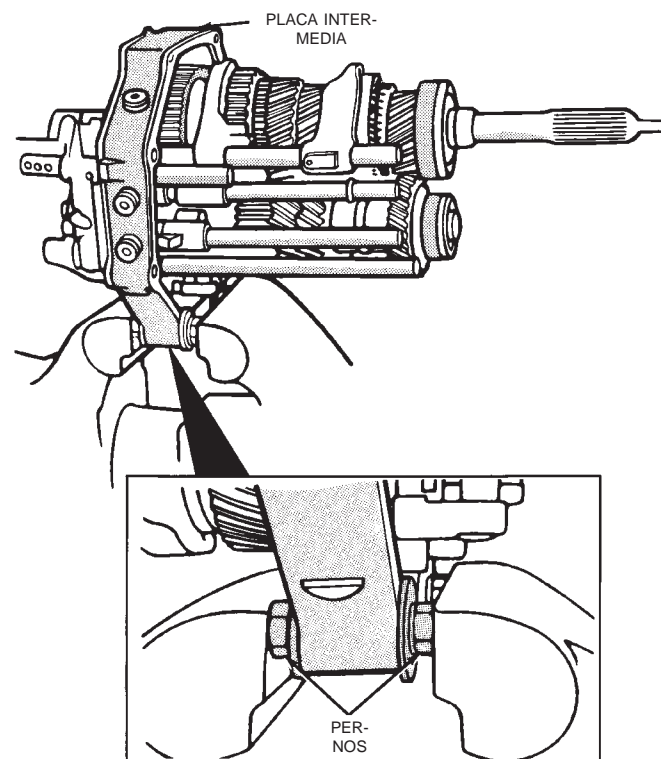

Fig. 49 Emplazamiento de la placa intermedia en la mordaza
(1) Instale los pernos y arandelas adecuados en la placa intermedia (Fig. 49). A continuación, inmovilice el conjunto de placa y engranaje en la mordaza. Utilice suficientes arandelas como para impedir el contacto entre los pernos. Verifique también que las mandíbulas de la mordaza aferren las cabezas de los pernos.